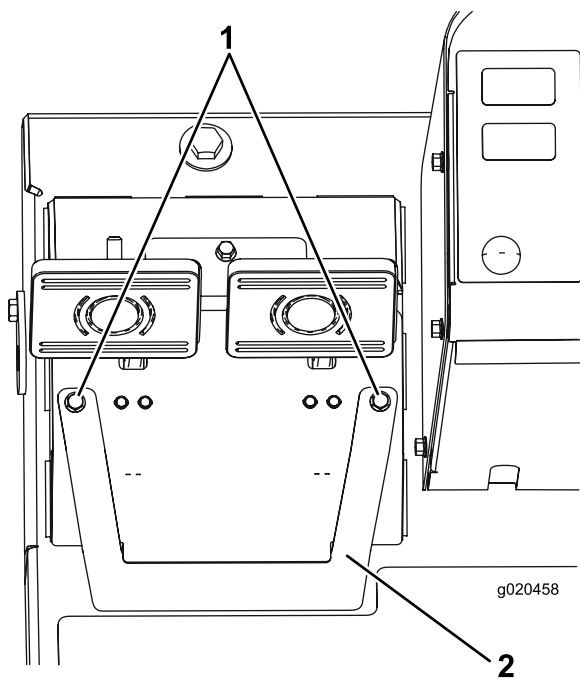

Figura 94
- A. Allentate le 2 viti di fissaggio e rimuovere il coperchio di regolazione dei freni (Figura 94).